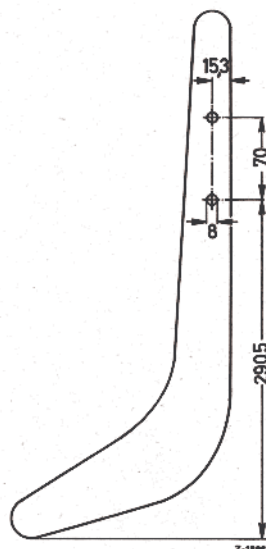

Bild 97-1/1
1. Befestigungsplatte (2) – beim Linkslenker auf die rechte Seite, beim Rechtslenker auf die linke Seite – und Befestigungsplatte (3) – jeweils auf die gegenüberliegende Seite – an die Armlehne (1) mit den Linsensenkschrauben (4) anschrauben (Bild 97-1/2). Die unter dem Bezugsstoff dafür vorgesehenen Schraubenlöcher in der Armlehne können durch Abfühlen gefunden werden.
2. Bei den Typen 190 C, 190 DC, 220 B ohne Ruhesitzbeschlag Fahrer Nebensitz aus dem Wagen herausnehmen und die innere Abdeckblende durch Umbiegen der Befestigungslappen vom Fahrerlehnenbügel abnehmen. Anschließend mit einem Bohrer von 8 mm ϕ 2 Löcher nach Bild 97-1/1 bohren. Der Typ 220 B mit Fahrerlehnenbügeln der 1. Ausführung hat keine Abdeckblenden.
3. Die zwei unteren Befestigungsschrauben des Ruhesitzbeschlages bzw. des Fahrerlehnenbügels an der Innenseite des Fahrer Nebensitzes herausschrauben (Bild 97-1/2).
Anm.: Beim Typ 220 B gibt es 2 Ausführungen von Fahrerlehnenbügeln. Die 1. Ausführung – eingebaut bis Fahrgestell-End-Nr. 025 025 – ist im Rückenlehnenrahmen eingeschweißt, während die 2. Ausführung wie bei den Typen 190 C und 190 DC mit dem Rückenlehnenrahmen verschraubt und mit einer verchromten Abdeckblende (Bild 97-1/1) versehen ist.